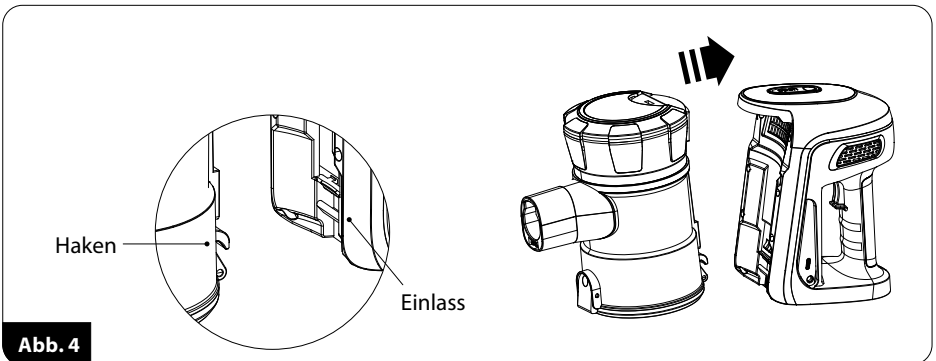

Abb. 4
- Den Staubbehälter auf dem Antriebsmodul platzieren und sperren; darauf achten, dass der Haken unten am Behälter an der entsprechenden Stelle im Antriebsmodul einhaken muss; anschließend den Behälter auf das Antriebsmodul drücken (Abb. 4).